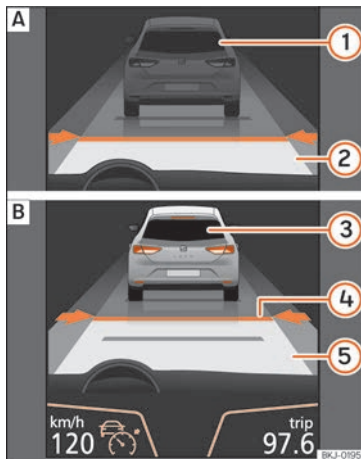
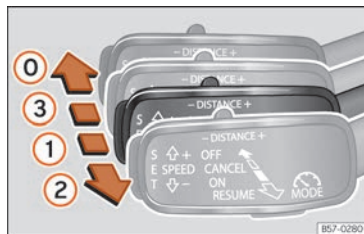
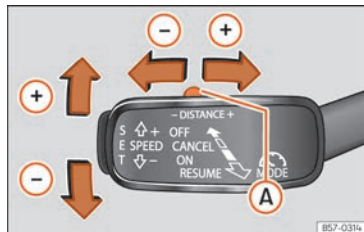

Abb. 235 Im Display des Kombiinstrument: [A] ACC inaktiv (Standby). [B] ACC aktiv.
Abb. 237 Auf der linken Seite der Lenksäule: dritter Hebel für die Betätigung der automatischen Distanzregelung.
Abb. 238 Auf der linken Seite der Lenksäule: dritter Hebel für die Betätigung der automatischen Distanzregelung.
Bildschirmanzeigen »» **Abb. 235:**
Schalttafel die grüne Kontrollleuchte ein (☺) und auf dem Bildschirm werden die programmierte Geschwindigkeit und der Zustand der ACC angezeigt »» **Abb. 235**.
schwindigkeit des Fahrzeugs einstellen und die ACC aktivieren. Drücken Sie dazu auf die Taste **SET** »» **Abb. 238**. Falls Sie die Geschwindigkeit in Schritten von 1 km/h (0,6 mph) erhöhen oder reduzieren möchten, bewegen Sie den Hebel in die Position ② »» **Abb. 237** bzw. drücken Sie die Taste **SET**.
Die programmierte Geschwindigkeit kann je nach Wunsch während der Fahrt oder bei Fahrzeugstillstand geändert werden. Jegliche Änderungen der programmierten Geschwindigkeit werden unten links am Bildschirm des Kombiinstruments angezeigt »» **Abb. 235**.
Um das Abstandsniveau zu erhöhen oder zu reduzieren, drücken Sie den Wippschalter nach rechts/links »» **Abb. 238** (A).
- Um die ACC zu aktivieren, müssen Sie, wenn sich der Hebel in Position ① befindet, die Taste **SET** drücken oder den dritten Hebel der ACC in die Position ② bringen »» **Abb. 237**. In diesem Moment wechselt die ACC-Anzeige am Bildschirm des Kombiinstruments in den Modus Aktiv »» **Abb. 235**.
Um die ACC zu deaktivieren, bewegen Sie den Hebel in die Position ① »» **Abb. 237** (eingearbeitet). In diesem Moment erscheint der Text **ACC deaktiviert** und die Funktion ist vollständig deaktiviert.
Falls Sie die ACC nicht ausschalten, sondern nur vorübergehend in den inaktiven Modus (Standby) versetzen möchten, bewegen Sie den dritten Hebel in die Position ③ »» **Abb. 237** oder betätigen Sie das Bremspedal.